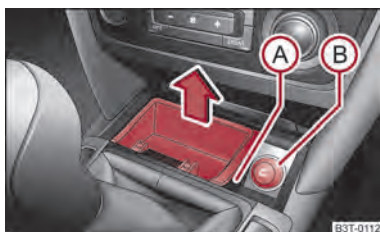
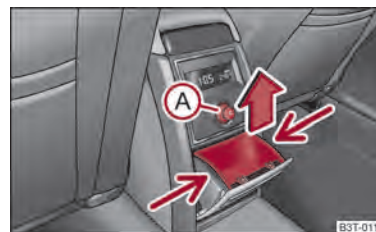

Fig. 89 Consola central: Cenicero delantero
Fig. 90 Consola central: Cenicero trasero
- Debe asir el suplemento del cenicero por el punto (A) ⇒ fig. 89 y sacarlo en sentido de la flecha.
- Debe asir el suplemento por los puntos indicados por unas flechas ⇒ fig. 90 y sáquelo.
- Presione el encendedor (A) ⇒ fig. 90 o (B) ⇒ fig. 89.